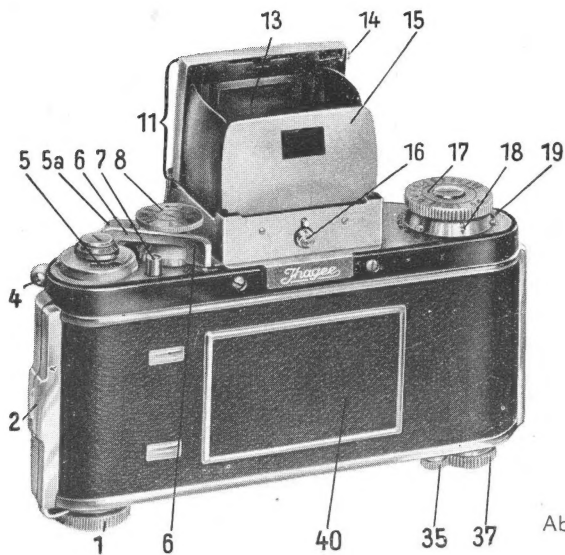

Abb. 3
Lupe (13) (Abb. 3): Knopf (14) im Ausschnittbogen nach oben